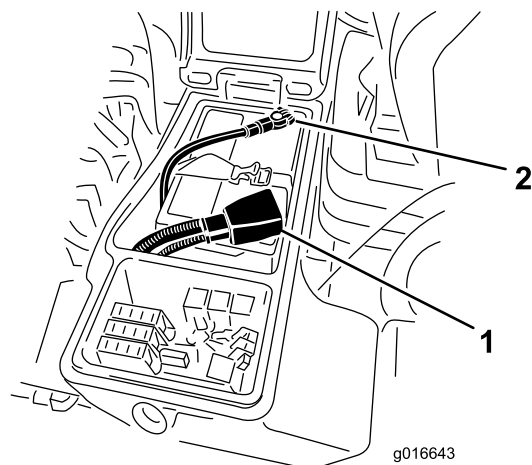

Figura 58
6. Collegate il cavo positivo (rosso) al terminale positivo (+) e il cavo negativo (nero) al terminale negativo (-) della batteria (Figura 58).